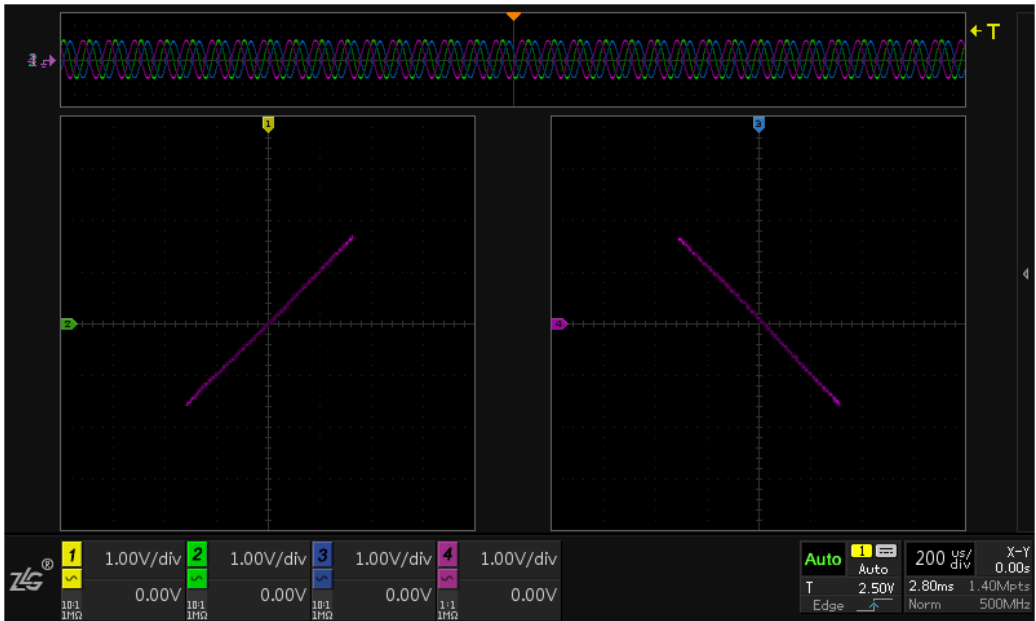

图 9.10 45°斜线
- 当 $\Phi = 0$ 时，即两个通道的信号相位相同，此时 $Y = X$ ($A = B$)，对应的显示波形即为一条 45° 斜线，如图 9.10 左图所示。
- 当 $\Phi = \pi$ 时，即两个通道的信号相位相反，则 $Y = -X$ ($A = B$)，对应的显示波形即为一条 45° 斜线，如图 9.10 右图所示；